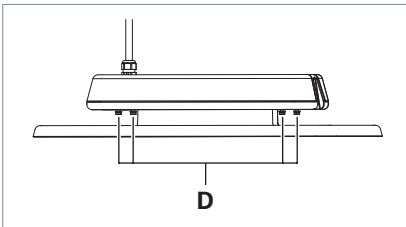

Fig. 9: Desserrer les vis.
- ▶ Desserrez les quatre vis **D** situées sur le luminaire, voir Fig. 9.